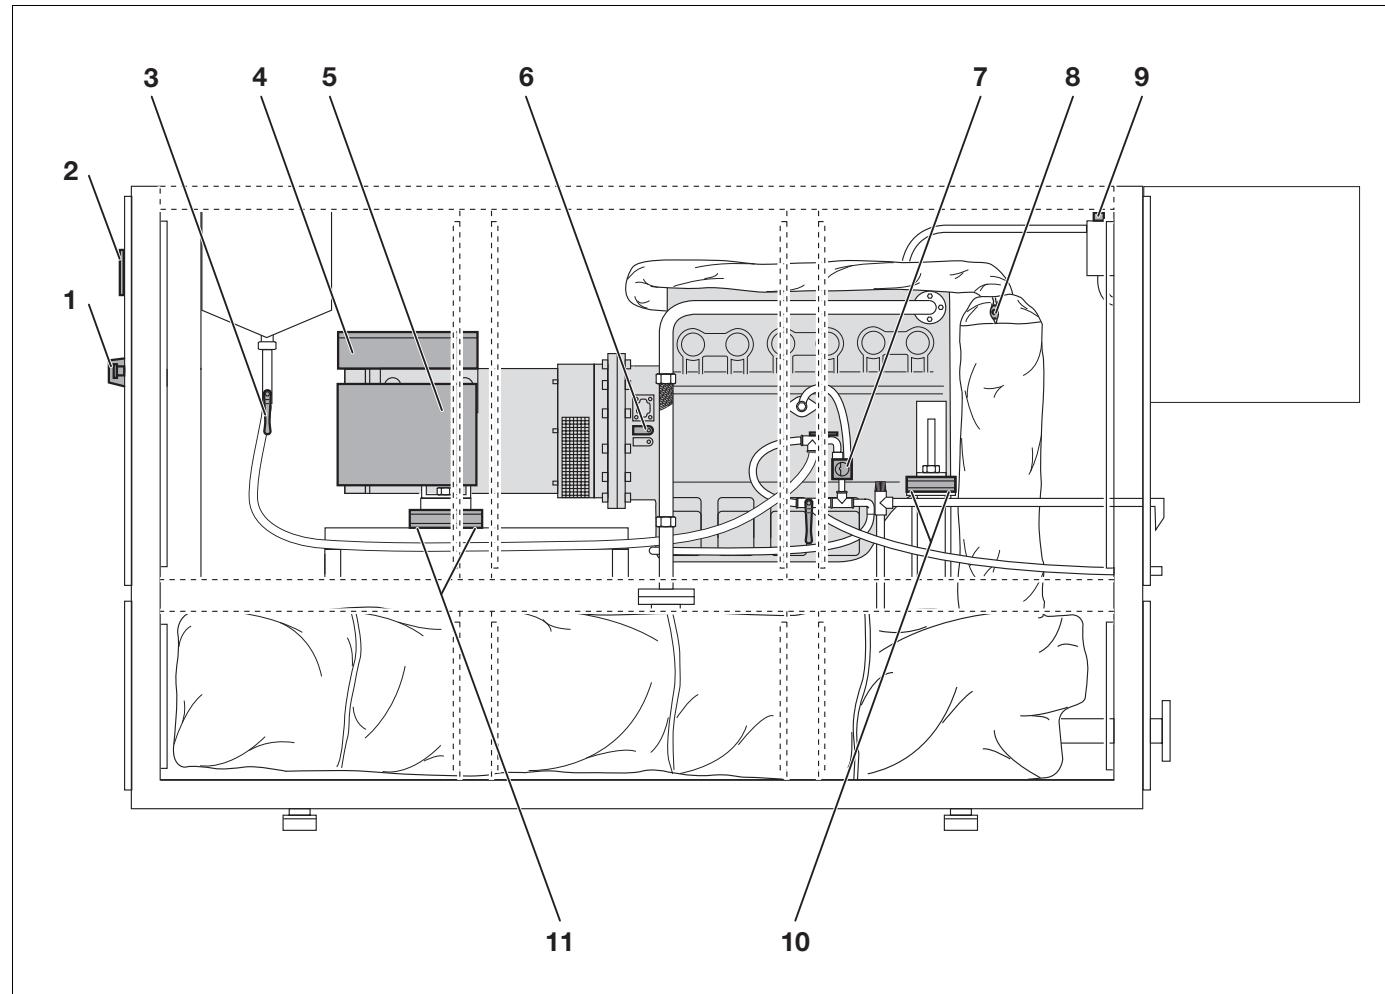
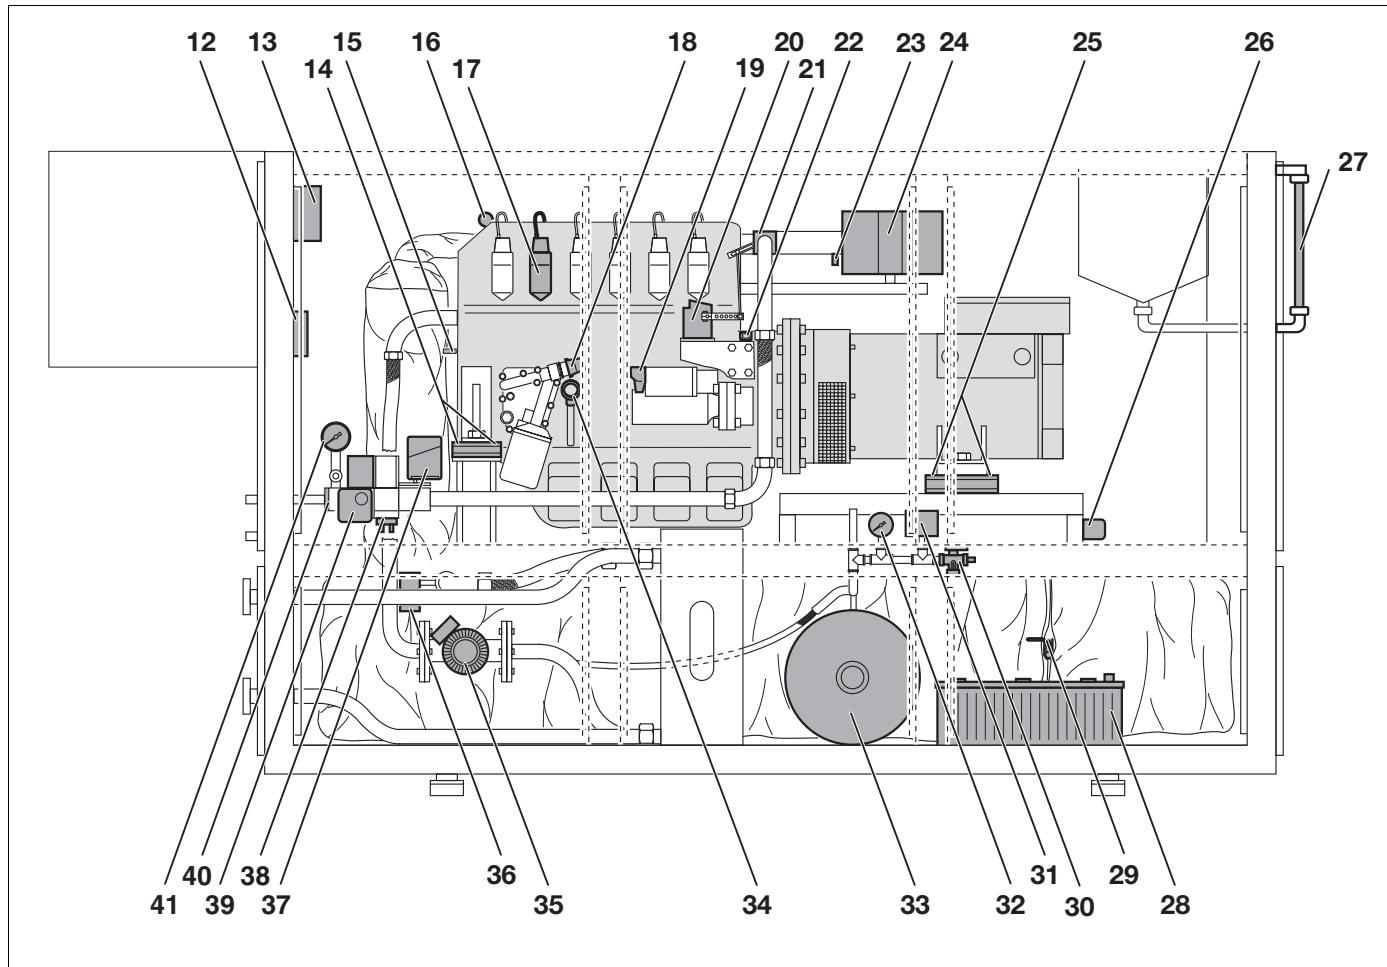

Рис. 36 Принципиальная схема расположения точек замеров и настроек на модулях блок-ТЭС Loganova E 0824 DN-40 и E 0826 DN-60 (вид справа)
Рис. 37 Принципиальная схема расположения точек замеров и настроек на модулях блок-ТЭС Loganova E 0824 DN-40 и E 0826 DN-60 (вид слева)
Экспликация к рис. 36
- (продолжение см. рис. 37)
Экспликация к рис. 37 (продолжение рис. 36)